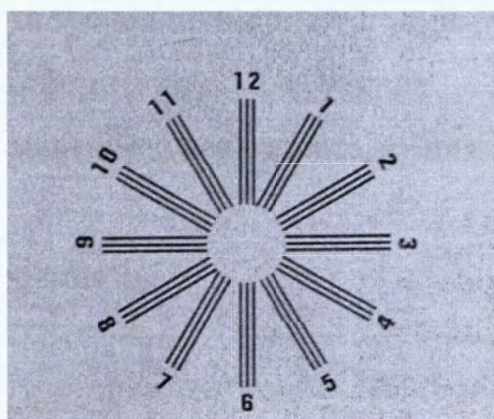

Рисунок 10
6.3.4 Попросите пациента посмотреть на таблицу остроты зрения при астигматизме (рисунок 10).